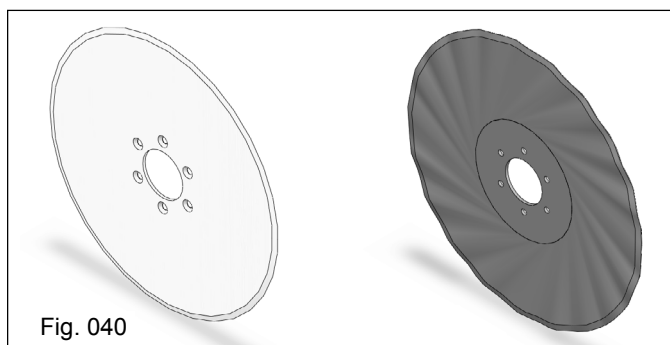

Fig. 040
São padrões da máquina os discos lisos, que funcionam em todo tipo de solo e palhada (Fig. 040);
a) Disco de corte turbo é recomendado para todo tipo de solo e palhada, corta e espalha a palhada na frente do sulcador, evitando o envelopamento de semente e espelhamento do sulco e embuchamentos (Fig. 040).